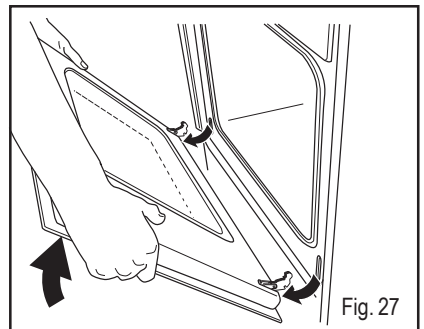

Fig. 27
4. Saisissez la porte à deux mains sur les côtés et fermez-la lentement mais pas COMPLÈTEMENT (Fig. 27) (jusqu'au 3/4 de la fermeture).
5. Tirez la porte vers l'avant pour la sortir de son logement (Fig. 27).